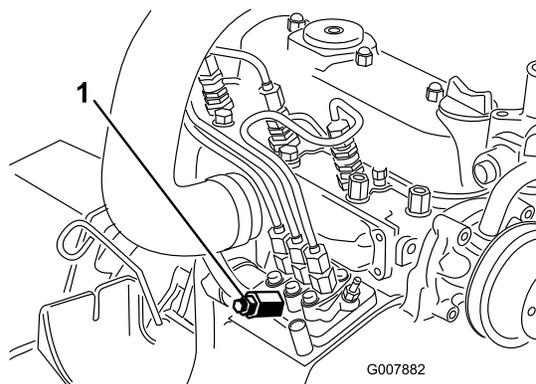

Figura 38
3. Coloque um tapete sob o parafuso de purga de ar na bomba de injeção de combustível e abra-a (Figura 38).